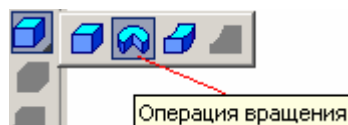

Рисунок 4.8 – Операція обертання
11. На Інструментальній панелі **Редагування деталі** виберіть команду **Операція обертання** і створіть об'єкт (рис. 4.8, 4.9).